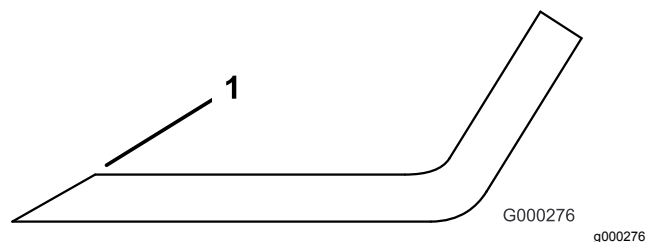

Bild 69
1. Schärfen Sie die Schnittkanten an beiden Enden des Messers (Bild 69).